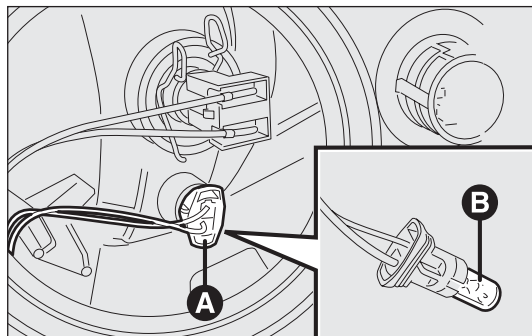

рис. 181
- выньте ламповый патрон А – рис. 181, установленный простым нажатием; выньте лампу В и замените ее;
- вновь установите ламповый патрон А – рис. 181 простым нажатием;